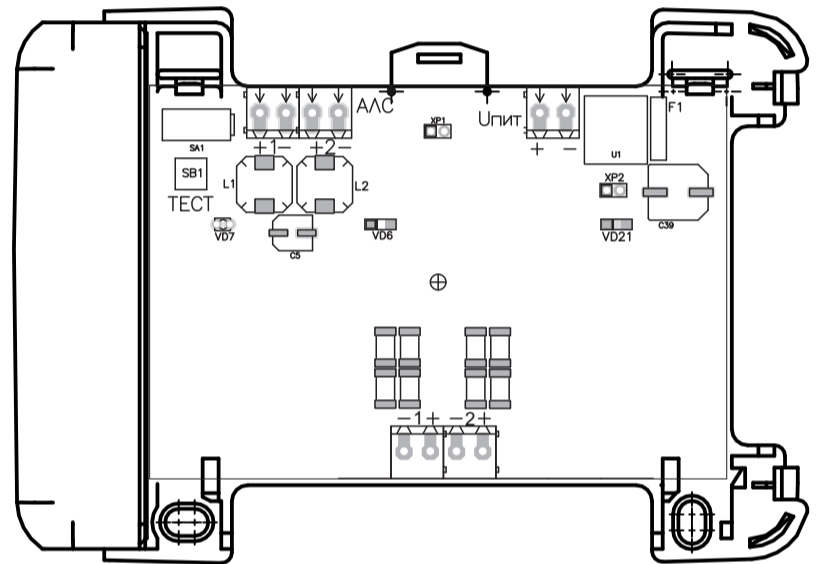

Рисунок 2
5.3 В основании имеются вырезы для подвода проводов к клеммным колодкам, расположенным на плате. Внутри корпуса к основанию прикреплена плата с электронными компонентами (рисунок 2).